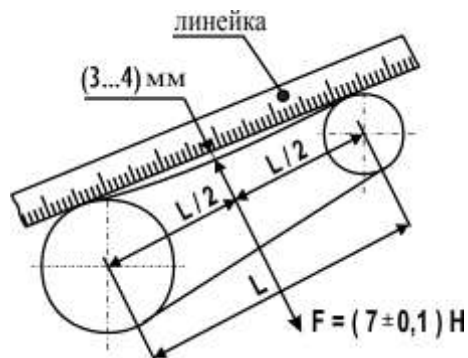

Рисунок 9.
- проверить натяжение ремней по нижеуказанной схеме (рис. 9);